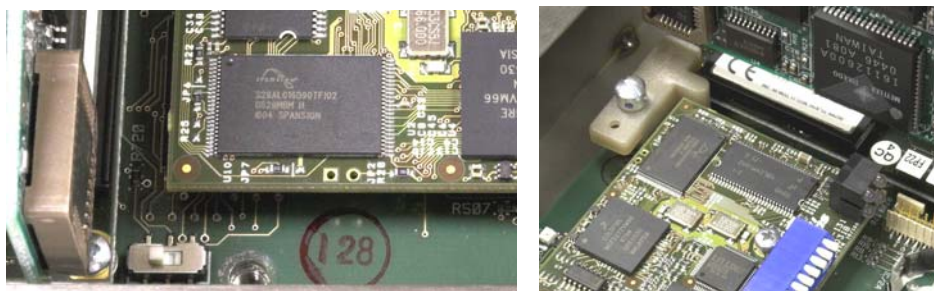

Figure 2-85 : Commutateur de sécurité métrologique (gauche) et capot installé (droite)
2. Installez le capot de sécurité pour interdire l'accès à S-1, le commutateur de sécurité métrologique indiqué sur la Figure 2-85.